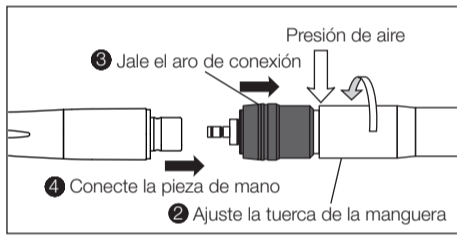

Fig. 2
- Retraiga hacia sí el aro de conexión del acople y desconecte directamente la pieza de mano (Fig. 2).